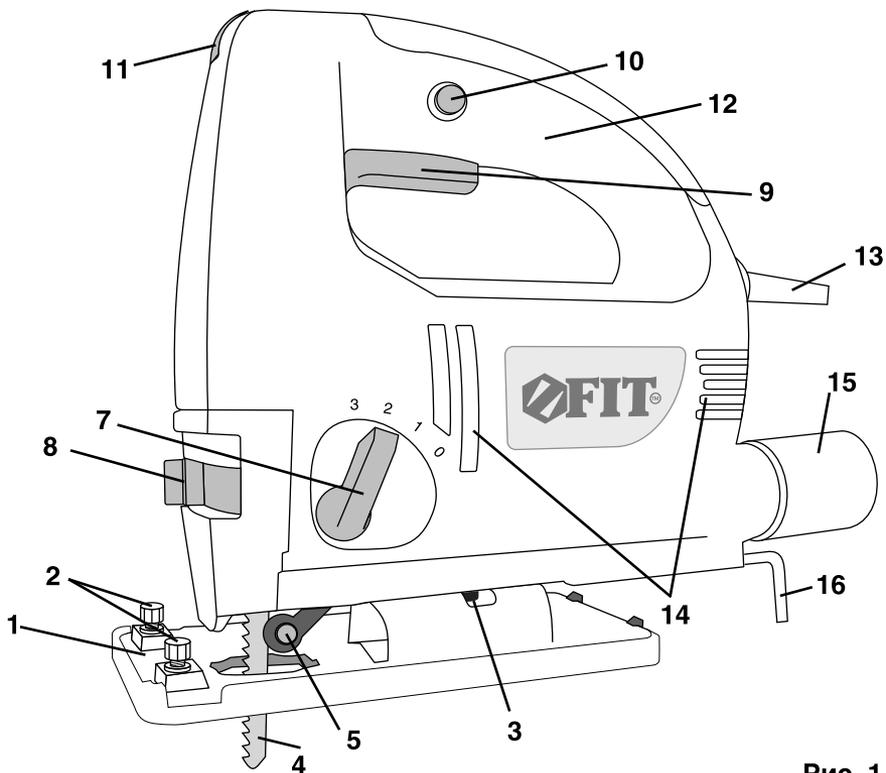

Рис. 1
- Передвиньте рычаг **8** (см рис. 1).зажимного патрона против часовой стрелки до упора и удерживайте его;
- Нажмите кнопку выключателя **9** (см. рис. 1);
Вращением колеса **11** (см. рис.1) осуществляется регулировка частоты хода полотна для выбора нужной скорости и/или качества пиления. На торце колеса нанесены цифры от 1 (минимальная скорость 500 ход./мин.) до 6 (максимальная скорость 3000 ход./мин.).